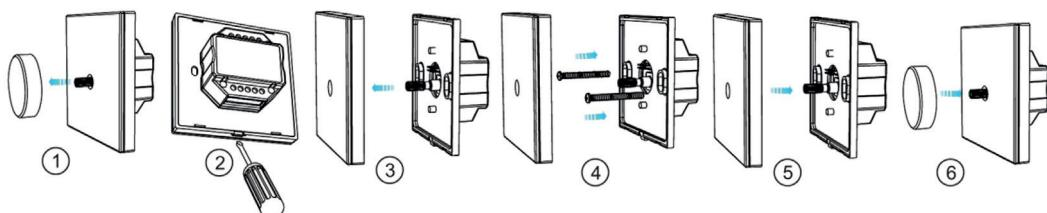

Рис. 2. Монтаж панели SMART.
3.7. Закрепите панель в месте установки [см.рис.2].